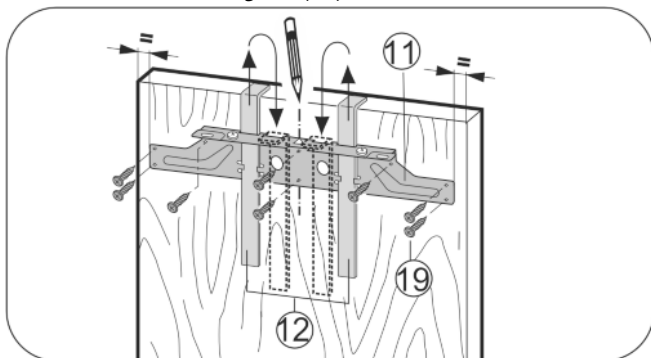

Fig. 29
- Accrocher la traverse de fixation Fig. 29 (11) avec les gabarits de montage Fig. 29 (12) du côté intérieur de la porte du placard.
- Aligner la traverse de fixation Fig. 29 (11) sur le milieu de la porte.
- Visser la traverse de fixation Fig. 29 (11) en utilisant au moins 6 vis Fig. 29 (19).
- Visser la traverse de fixation Fig. 29 (11) en fixant 4 vis Fig. 29 (19) au bord.
- Tirer les accessoires de montage Fig. 29 (12) vers le haut et les enfoncer pivotées dans les trous situés à côté.